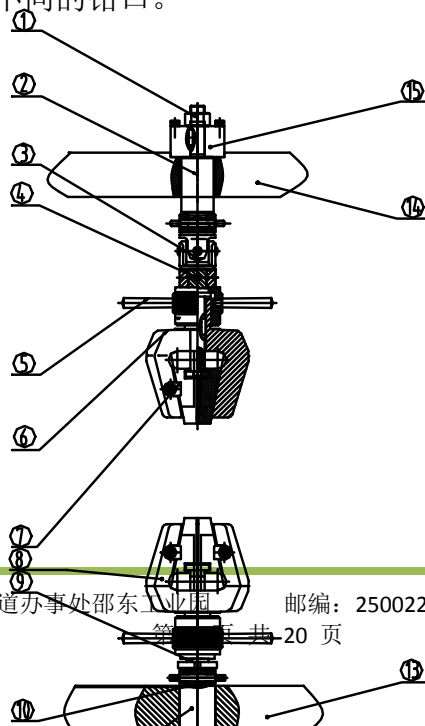

图 4 拉伸辅具
5.2.3.2 楔形拉伸辅具(见图 4)
按图 4 安装拉伸辅具。